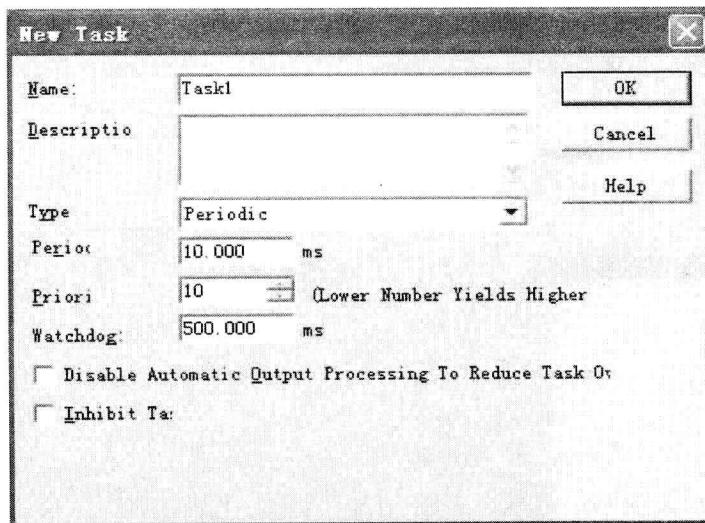

图 1-4 New Task 对话框
- 1) 在 Controller Organizer 中，用鼠标右键点击 Task 图标，并在弹出的选项框中选择 New Task，将出现 New Task 对话框，如图 1-4 所示。
- 7) 确认输入与图 1-4 所示吻合, 点击 OK 按钮完成创建任务。这时 Task1 将显示在 Controller Organizer 中, Task1 的文件夹图标中有一个小时钟, 表示这是一个周期的或基于时间的任务。